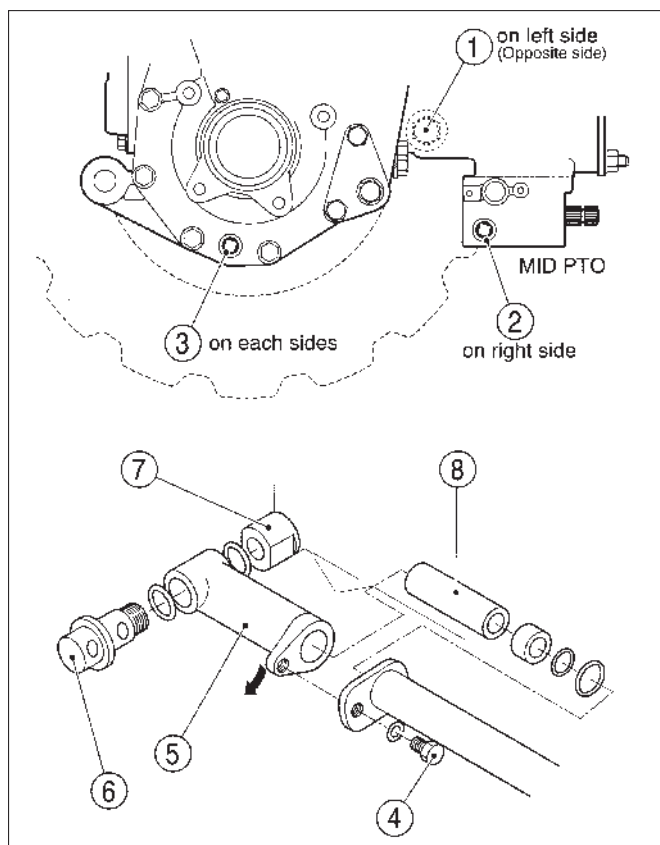

Fig. 77
FIG. 77: Pour remplacer l'huile de transmission – Retirez le bouchon de vidange (1) ainsi que le second bouchon de vidange (2) sous la boîte de prise de force centrale et les bouchons de transmission terminaux (3) sur chaque essieu. Vidangez complètement l'huile du système.